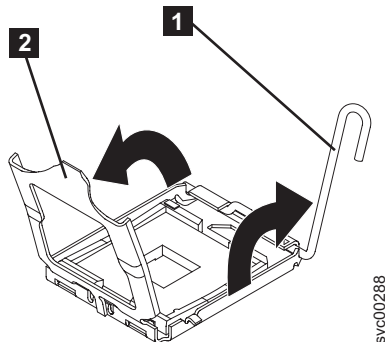

図 184. マイクロプロセッサ・リリース・レバーとブラケット・フレームが完全に開いた状態
4. マイクロプロセッサ・リリース・レバー (図 184の **1**) を開いて、完全にオープン位置にします。
5. マイクロプロセッサ・ブラケット・フレーム (図 184の **2**) を開きます。